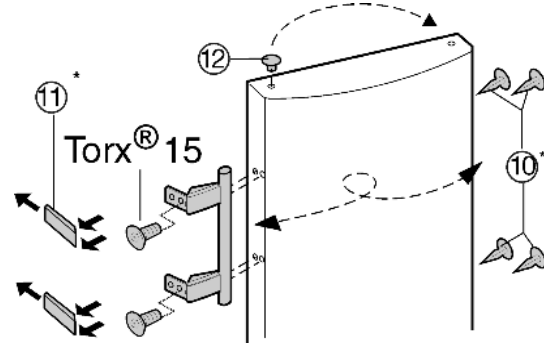

Fig. 8
- ▶ Витягніть пробки Fig. 8 (12) із втулок на дверцятах і переставте їх.
- ▶ Зніміть пробки Fig. 8 (10), пластини Fig. 8 (11) та ручки і переставте на протилежний бік.